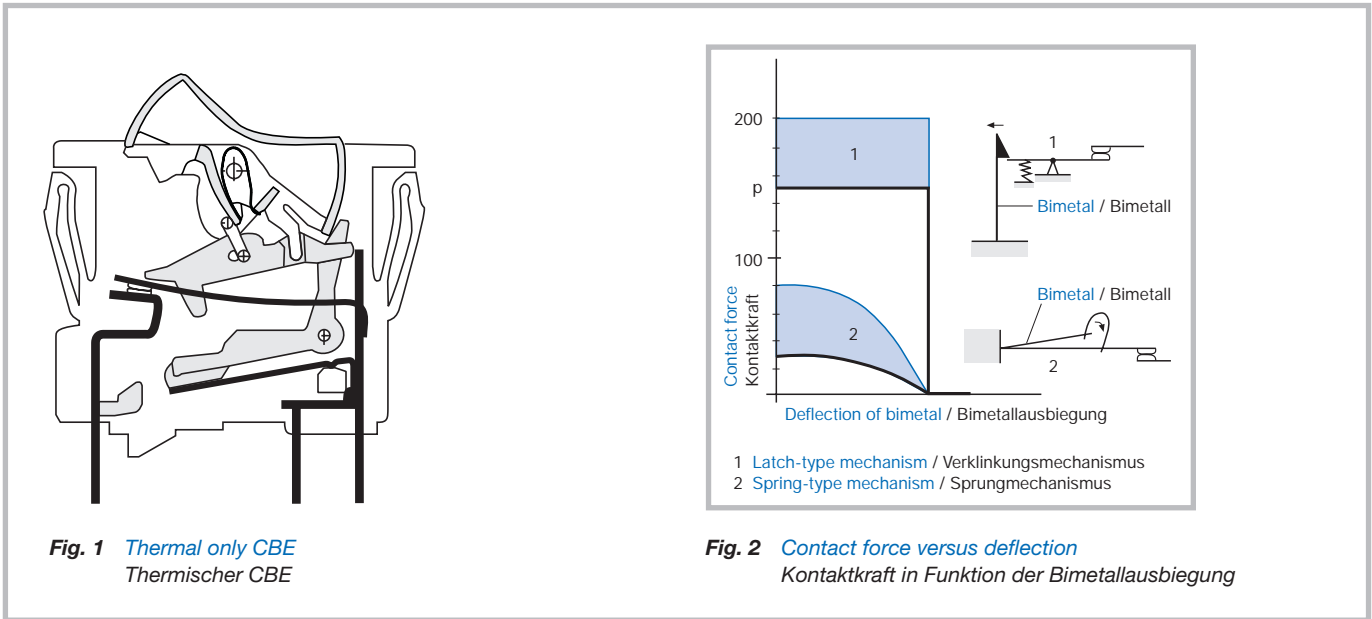

Fig. 1 Thermal only CBE
**Overcurrent protection** is achieved by the automatic interruption of sustained overcurrents with the help of a thermal release tripping the CBE when the duration of an overcurrent exceeds a predetermined limit. The essential part of such a release is a thermo bimetal (see fig. 1, fig. 6a). This mechanical element can simulate the heating effect of the current, can transform electric energy into a motion (deflection) and trigger a mechanism to cause automatic interruption of the current which produces these effects.
**Überstromschutz** wird erreicht durch die automatische Unterbrechung eines längere Zeit anhaltenden Überstromes mittels eines thermischen Auslösers, der die Abschaltung bewirkt, wenn die Dauer des Überstromes den zulässigen Wert übersteigt. Der wesentliche Teil dieses Auslösers ist ein Thermobimetall (Fig. 1, Fig. 6a).